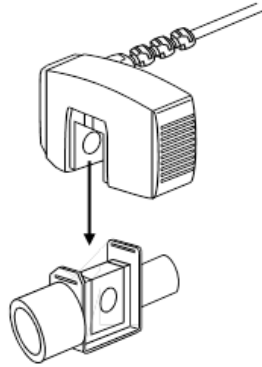

Figura 3.1-7: Conexão do sensor CAPNOSTAT no adaptador de vias aéreas.
- Para iniciar o zero do adaptador conecte o adaptador ao sensor (Figura 3.1-7).